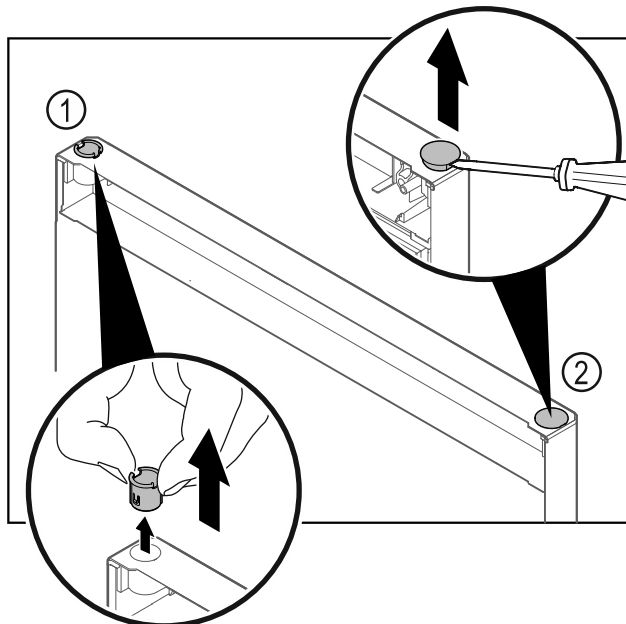

Fig. 30
- Tõmmake šarniiripuks Fig. 30 (1) sõrmedega välja.
- Tõstke kattedekork Fig. 30 (2) ettevaatlikult lapikkruvikeerajaga üles ja tõmmake välja.